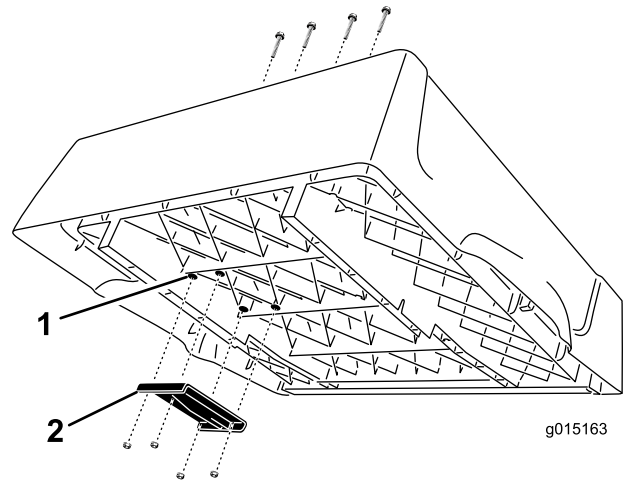

図 3
1. 荷台の右側の裏側にあるボス（4ヶ所）を探し出す（図 3。3/8 インチのドリル・ビットを使って、ボスから荷台表面まで、4つの貫通口を注意深く開ける。
2. 荷台の裏側に、上側昇降ブラケットを取り付ける；十字平頭ねじ（3/8 x 2-1/2 inches）（4本）とフランジ・ロックナット（Whiz lock）（3/8 インチ）を使用する。ブラケットは図 3 のように組み付ける。